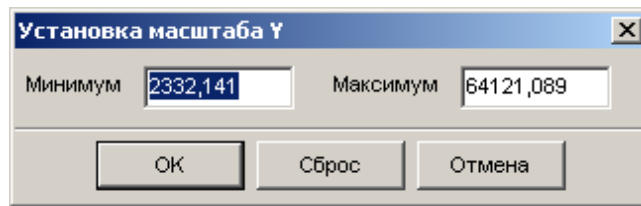

Рис. 34. Окно установки масштаба оси Y.
- **Задать масштаб Y (Ctrl+Alt+Y)** - вручную задать минимум и максимум шкалы по оси Y. При этом появляется окно, показанное на рис. 34.